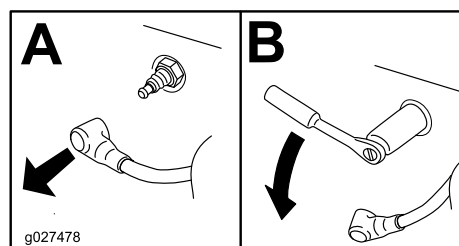

Figura 39
2. Rimuovete la candela come illustrato nella Figura 39.